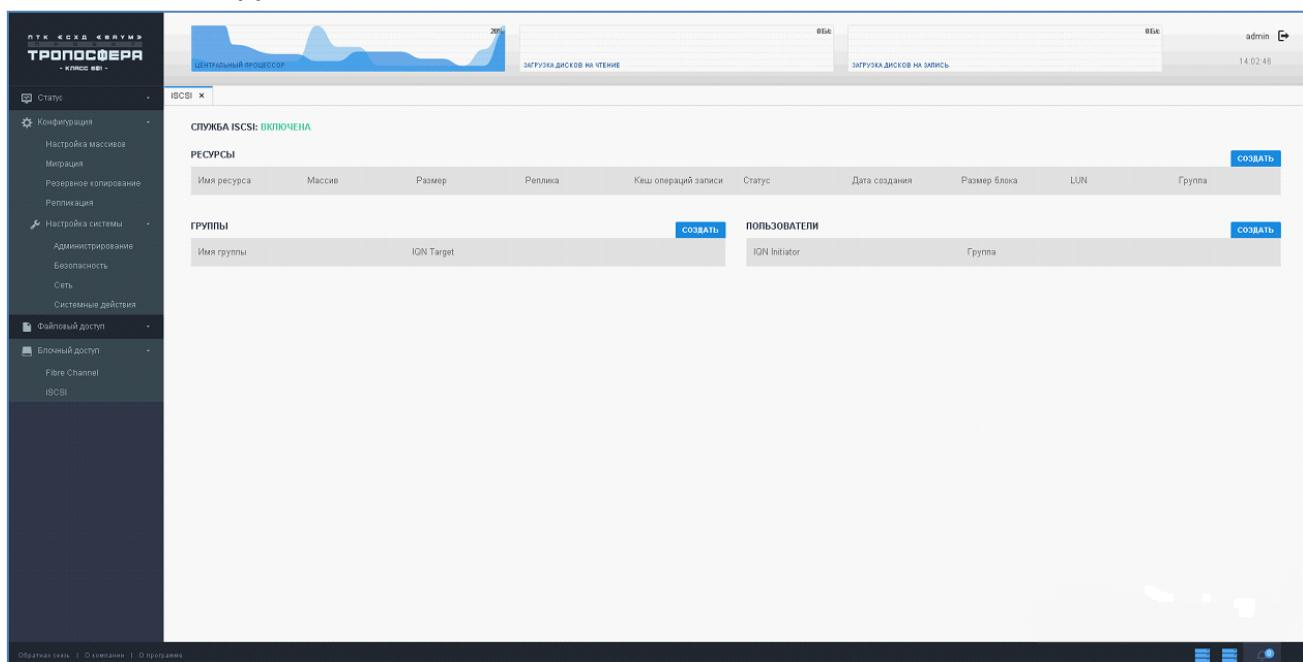

Рисунок 44 - Виртуальный диск по протоколу iSCSI
- 2) Создать «Группу» или «Пользователя», которым будет доступен новый виртуальный диск, нажав на кнопку «Создать», расположенную выше соответствующих областей (см. Рисунок 44).
- 1) Нажать на кнопку «Создать», расположенную выше над областью «Ресурсы» (см. Рисунок 44).